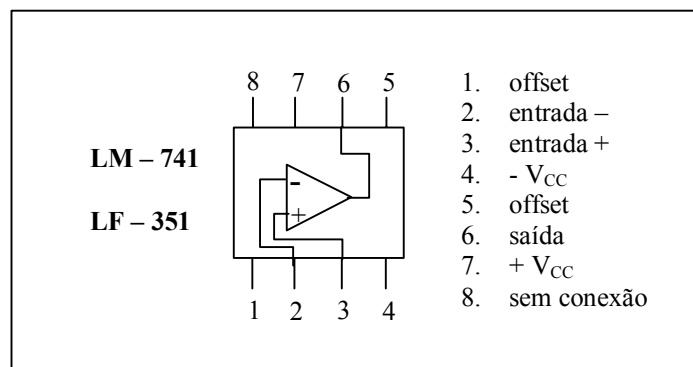

Figura 5 – Esquema de conexões do LM741.
O amp-op que será utilizado em nossas experiências será o LM741. Ele é um dispositivo de uso geral que é muito utilizado na prática. O esquema de conexões é mostrado na figura 5. Os terminais indicados por $+V_{cc}$ (7) e $-V_{cc}$ (4) são as conexões da fonte de potência (alimentação cc) e os terminais - (2) e + (3) são respectivamente as entradas inversora e não inversora. O terminal (6) é a saída do dispositivo. Os outros terminais não serão utilizados em nossas experiências.